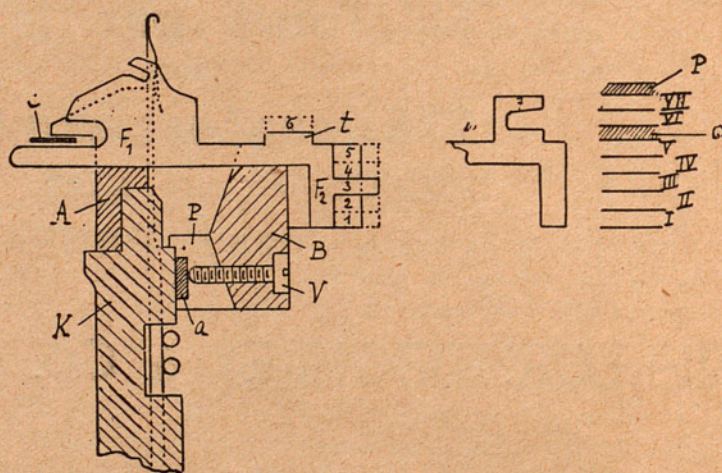
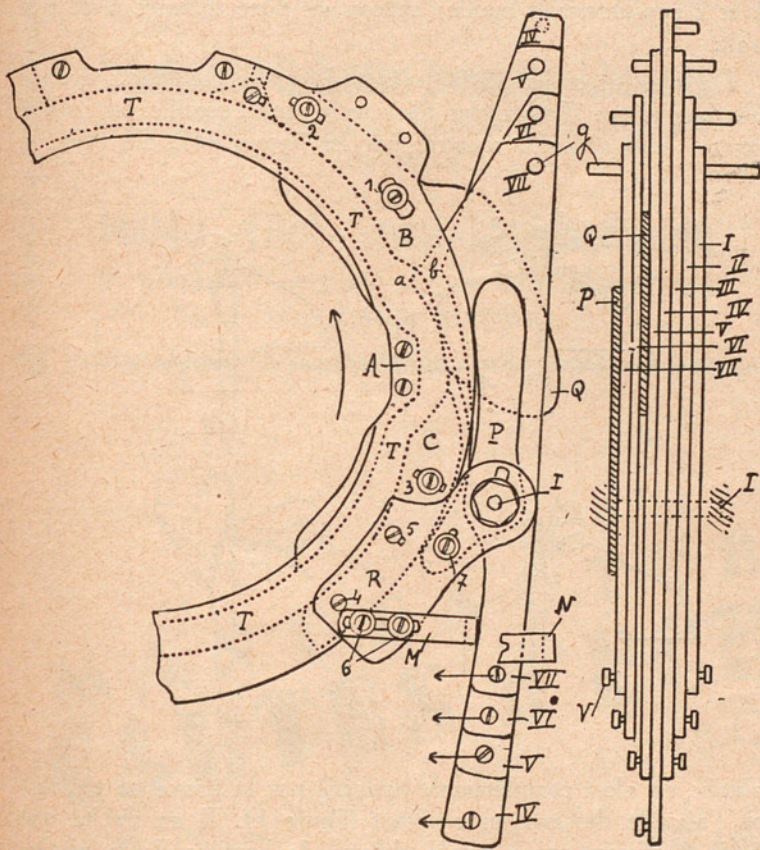
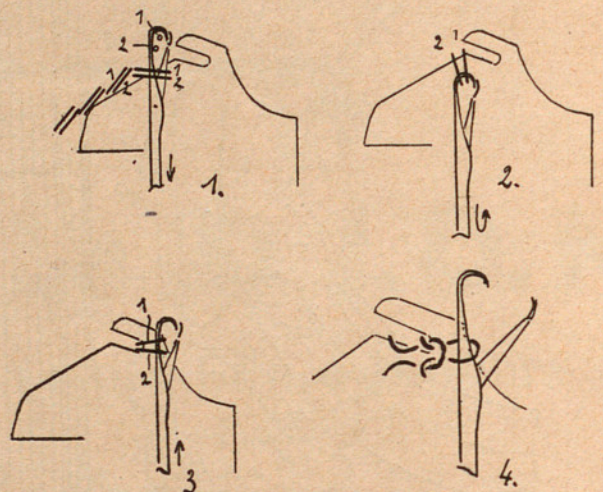

Fig. 440
Fig. 441
Fig. 446
*Anneau support des platines.* — Les platines (figure 440) ont l'avant guidé dans les fentes  $F_1$  d'un anneau de bronze A fixé comme d'habitude sur le cylindre K. Un anneau C découpé dans de la fine tôle d'acier empêche le soulèvement de l'avant des platines. L'arrière des platines est guidé dans les fentes  $F_2$  d'un anneau B posant par quatre pattes P sur un rebord du cylindre. Des vis V traversant chacune de ces pattes font pression sur le cylindre par l'intermédiaire d'un anneau ouvert a.
*Anneau à cames des platines et presses.* — La figure 441 montre, vu de dessus l'anneau à cames des platines. Celui-ci est maintenu de la façon habituelle au-dessus de la couronne de platines et est maintenu par des vis de butée de façon que ces cames aient toujours un certain retard sur les cames des aiguilles quel que soit le sens de marche de la machine.
axe I vertical, réglable dans la coulisse représentée. Sur l'axe I pivotent une série de longues lames I, II, III, IV, V, VI, VII visibles sur la vue en plan et celle en élévation à droite de la figure 441. Ces lames appelées presses, se trouvent chacune au niveau d'un talon spécial de platine comme on peut le voir sur le schéma à droite de la figure 440. Les deux presses supé-
elle est fixée à réglage comme M sur l'anneau à cames. Les presses sont maintenues au-dessus par une plaque P fixée en 7. Q est une plaque intercalaire isolant les deux presses supérieures VI et VII des cinq autres. Comme l'indique la figure 440 Q correspond à la hauteur du talon ordinaire *t* des platines.
oscillant tout autour de l'axe O. Chaque doigt tel que  $D_7$  est actionné par l'intermédiaire d'une tige réglable  $t_7$  à partir d'un doigt coudé  $d_7$  porté sur un axe I et sous l'action de blocs *b* du tambour de dessin T. Ce tambour a donc 7 lignes de blocs actionnant chacune un doigt coudé et par suite une presse. On voit, d'après ce croquis et celui de la figure 441 qu'un bloc *b* met la presse correspondante hors d'action. Quand  $d_7$  se trouve
Quand les platines avancent normalement par la came  $B$  agissant sur leur talon  $t$  (figure 441) les fils cueillis se comportent comme l'indiquent les figures 446. En 1 l'aiguille cueille en descendant: le fil 1 se dispose dans le crochet de l'aiguille plus haut et plus vers l'extérieur que le fil 2; la platine voisine est à ce moment complètement reculée (vers la droite) et reste dans cette position jusqu'à ce que l'aiguille soit complètement descendue (figure 2). On voit dans cette dernière figure que la boucle de fil 1 se trouve vers l'extérieur de la machine. L'aiguille remonte ensuite (figure 3) et la platine avance. Les boucles 1 et 2 dont le pied est maintenu dans la gorge de la platine se disposent 1 au-dessus, 2 en-dessous. Quand à la rangée suivante, l'aiguille fera maille à nouveau, ces boucles seront abattues dans l'ordre indiqué figure 1 (ancienne maille) soit 1 vers l'intérieur de la machine (envers) et 2 à l'extérieur (endroit). La figure 4 montre à plus grande échelle la façon dont les mailles sont maintenues par les gorges de platines au moment de la montée de l'aiguille. Dans cette vue on n'a plus représenté les deux fils 1 et 2 constituant la maille; celle-ci est donc dessinée d'un seul trait.
platine est alors complètement avancée par la presse au moment où l'aiguille descend en cueillant (figure 1). Il en résulte que le fil 2 glissant sur le profil oblique de l'arrière de la platine se déplace vers l'extérieur du cylindre pour occuper la position indiquée par la figure 2. Dans certains cas, une came spéciale de l'anneau à cames des platines (came non représentée figure 441) détermine à ce moment un recul de la platine de façon que les boucles de nouveau fil se disposent comme le montre la figure 2 bis. (Ce recul est assez fort pour le coton et surtout pour la laine.) Dans la position de l'aiguille représentée aux figures 2 et 2 bis, l'ancienne maille, retenue par la gorge de la platine, tombe de l'aiguille sur les nouveaux fils. Ceux-ci, dès que l'aiguille commence à remonter, glissent dans le crochet de l'aiguille comme l'indiquent les croquis à droite de la figure 2 et cela par la traction de l'ancienne maille sur les boucles, d'abatage de la nouvelle. La disposition des fils à ce moment est alors représentée par la figure 3, où le trait représente les deux fils 1 et 2. Les deux fils constituant la nouvelle maille se trouvent donc finalement disposés sur la tige de l'aiguille, 2 au-dessus, 1 en-dessous (soit dans l'ordre inverse de celui des figures 446).
*Remarques:* 1° Dans le tricotage d'une maille de fond, (figures 446) le pied de la boucle de fil 1 étant soutenu par une partie plus basse de la platine que celui du fil 2 (figure 2) la maille faite par le fil d'endroit 2 sera un peu plus petite que celle du fil d'envers 1, ce qui assure le maintien de l'ordre des fils. Dans le même but on donnera une tension plus forte au fil d'endroit 2.
à l'action des presses par rapport aux aiguilles, par déplacement de l'axe I, figure 441).